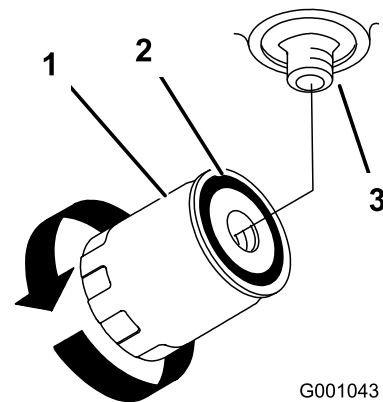

Figura 74
4. Retire el filtro usado y limpie con un paño la superficie de la junta del adaptador del filtro (Figura 74).
6. Instale el filtro hidráulico nuevo en el adaptador del filtro. Gire el filtro en el sentido de las agujas del reloj hasta que la junta de goma entre en contacto con el adaptador del filtro, luego apriete el filtro media vuelta más (Figura 74).